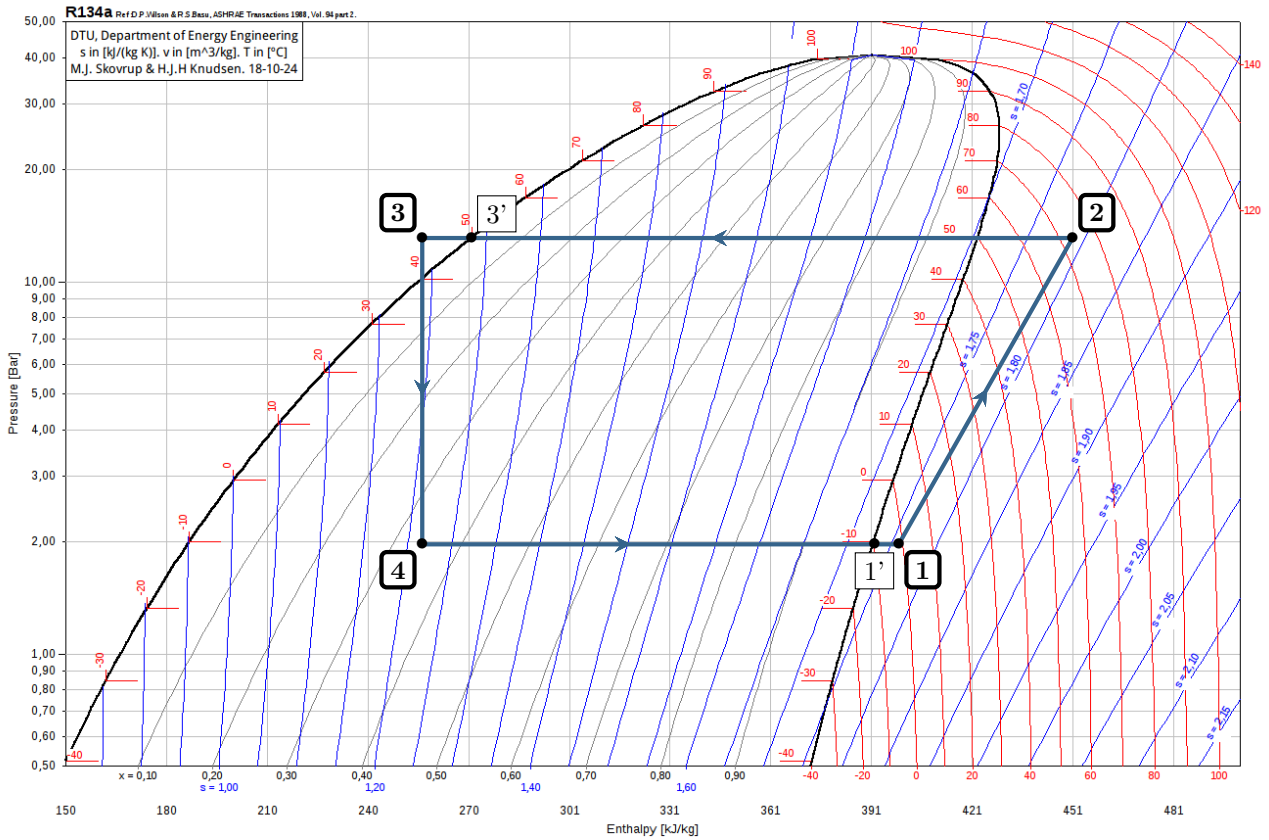

Figure 2 – Cycle de la PAC représenté dans le diagramme des frigoristes du R134a.
15.6 - Une pompe à chaleur est constituée de quatre composants thermodynamiques : un compresseur, un détendeur, un évaporateur et un condenseur. La figure 2 représente son cycle dans le diagramme des frigoristes.